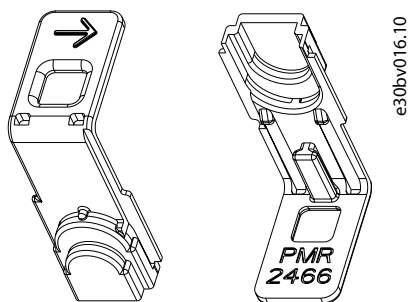

图 38: 保护罩
1) 连接剥皮电线后, 在主电源和电机端子上安装保护罩。请参考图 38。